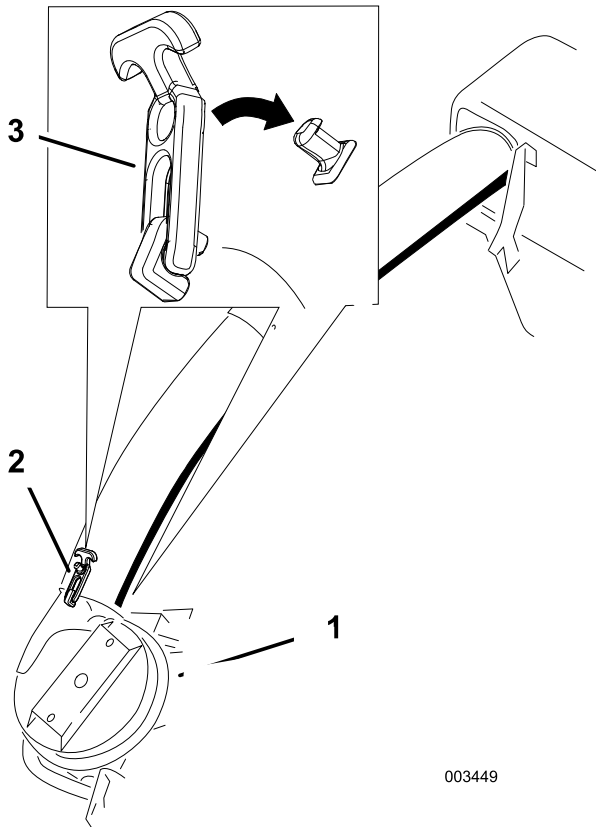

図 51
8. 下側チューブをブローハウジングに差し込んでラッチで固定する **図 51**。